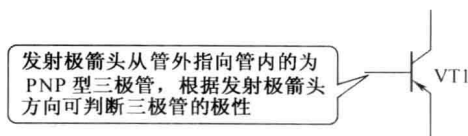

图 1-13 PNP 型三极管电路符号
(2) **PNP型三极管电路符号。**图 1-13 所示是 PNP 型三极管的电路符号。它与 NPN 型三极管电路符号的不同之处是发射极箭头方向不同,PNP 型三极管电路符号中的发射极箭头指向管内,而 NPN 型三极管电路符号中的发射极箭头指向管外,以此可以方便地区别电路中这两种极性的三极管。